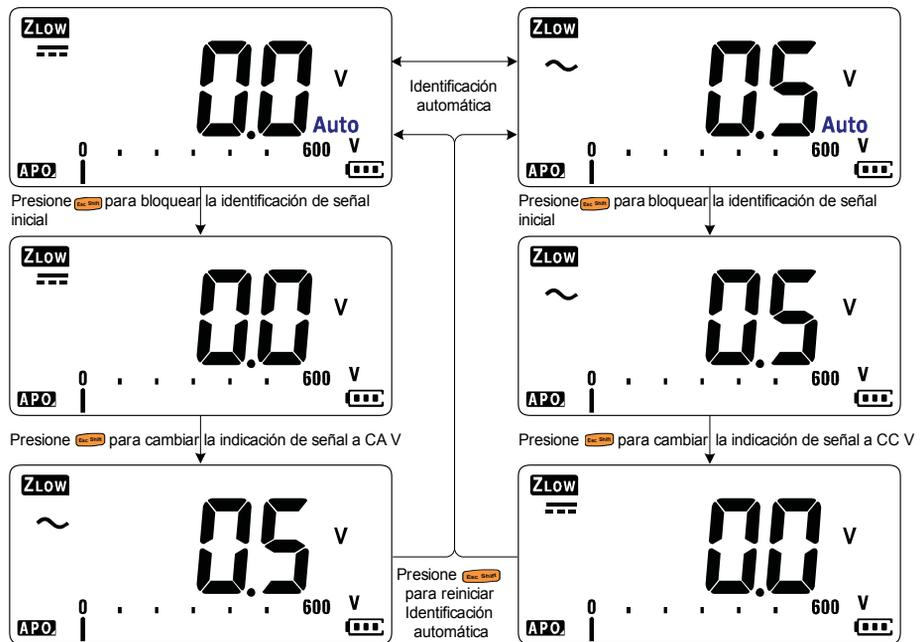

Figura 2-7 Flujo de identificación automática de VZ_{LOW}
- Pulse **Esc Shift** una vez para bloquear la identificación de señal inicial ($CA\ V$ o $CC\ V$). Pulse **Esc Shift** de nuevo para cambiar la indicación de tensión de CA y CC en la pantalla principal. Al pulsar **Esc Shift** por tercera vez, se reinicia la identificación automática de la señal. Consulte Figura 2-7 para obtener más información.